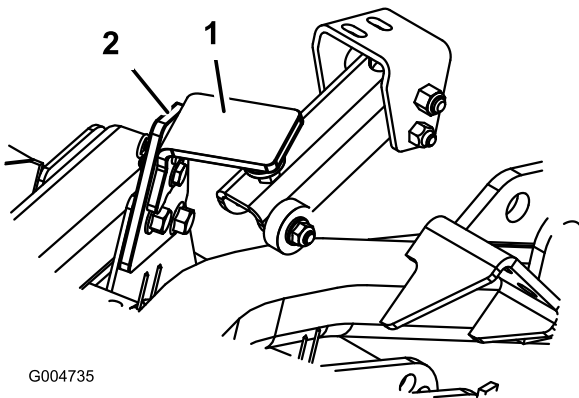

Figure 75
2. Enlevez la goupille fendue et l'axe de chape qui fixent le verrou de transport du plateau à la plaque de verrouillage (Figure 75). Faites pivoter le verrou vers l'arrière du plateau de coupe.